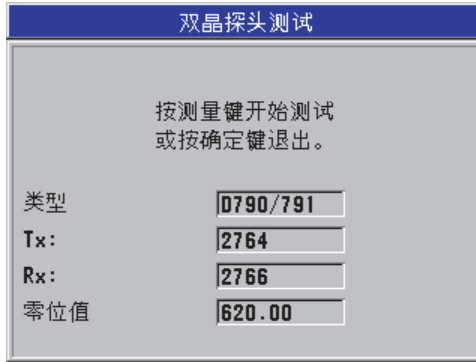

图 12-3 双晶探头测试屏幕
7. 选择 **DUAL XDCR TEST** (双晶探头测试) 后, 在**双晶探头测试**屏幕中 (参见第 191 页的图 12-3):